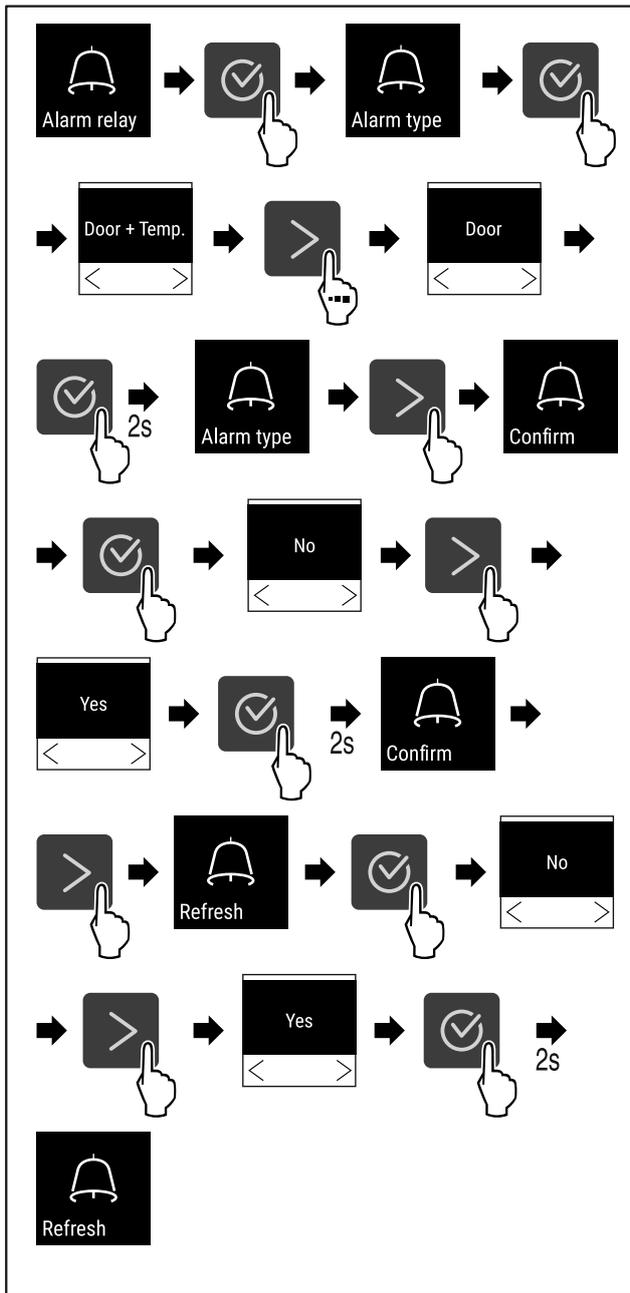

Fig. 145
- ▶ Handlungsschritte (siehe Fig. 145) durchführen.